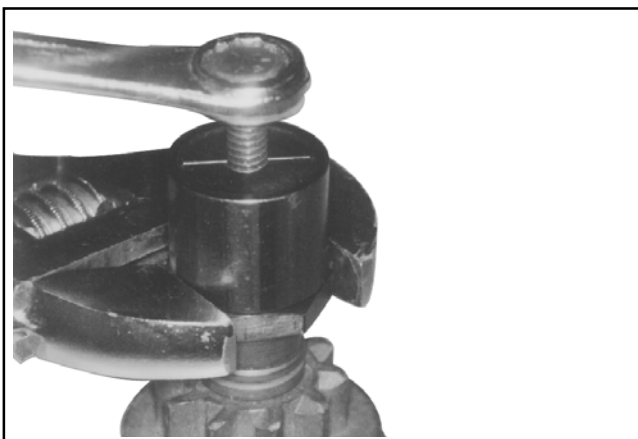

Figura 8-33. Con l'attrezzo fermo, girare la vite centrale in senso orario per rimuovere l'attrezzo di bloccaggio.
5. Avvitare la vite centrale nell'attrezzo di rimozione finché non si avverte una certa resistenza. Tenere ferma la base dell'attrezzo di rimozione con una chiave da 1 -1/8" o regolabile. Utilizzando un'altra chiave da 1/2" o 13 mm, girare la vite centrale in senso orario (vedere Figura 8-33). La resistenza della vite centrale indicherà quando l'anello di bloccaggio è fuoriuscito dalla scanalatura nell'albero dell'indotto.